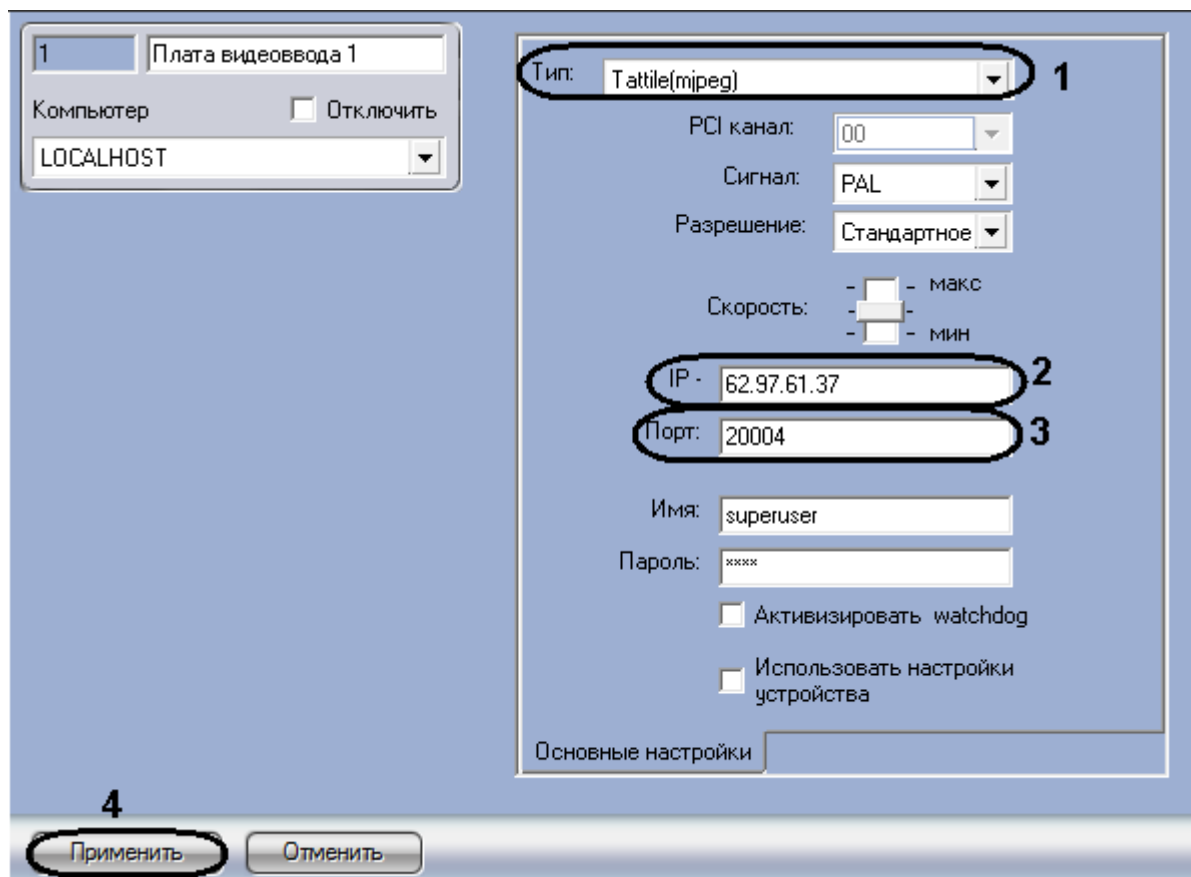

Рис. 7.2—37 Настройка платы видеоввода
1. Перейти во вкладку «Оборудование» диалогового окна «Настройки» программы «Авто-Интеллект». В дереве объектов на вкладке «Оборудование» создать объект «Плата видеоввода». В правой части вкладки «Оборудование» отобразится панель настройки выбранного объекта (см. Рис. 7.2—37).
2. В раскрывающемся списке «Тип» выбрать тип настраиваемой камеры (см. Рис. 7.2—37, 1).
3. В поле «IP адрес» указать IP адрес подключаемого устройства (см. Рис. 7.2—37, 2).